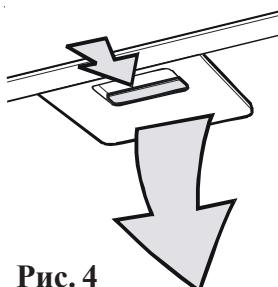

Рис. 4
- Сначала надавите на ручку металлического жирового фильтра в направлении задней стенки электроприбора, затем вытяните сам фильтр вниз. **Рис. 4.**